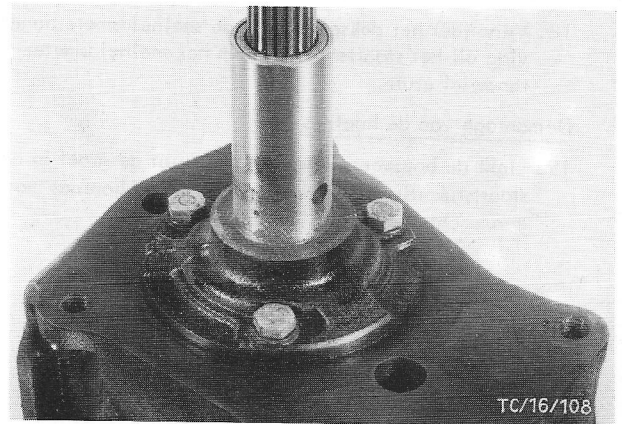

Fig.49 Prise-astlagerdeksel verwijderen.
14. Verwijder het lagerdeksel voor het prise-astandwiel (3 bouten) (fig.49); licht de oliekeerring er zondig met een schroevendraaier uit.